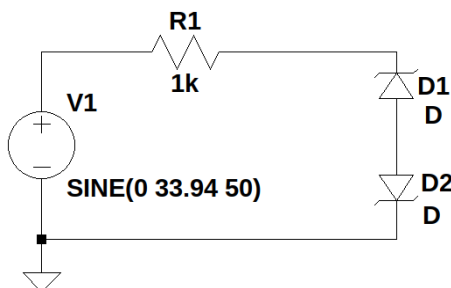

Figura 20: Recortador con diodos zener, modelo 2.
6. Ahora cambiar la configuración de los Diodos **D1** y **D2** de manera tal que queden tal como se muestra en la figura 20.